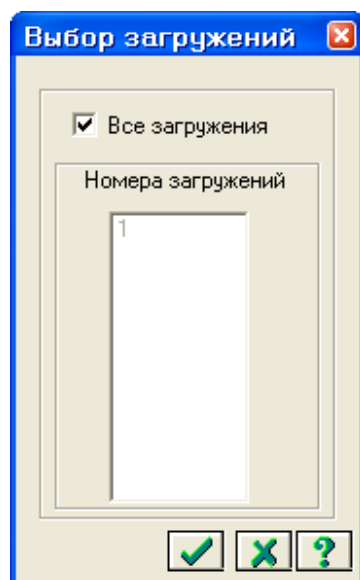

Рис.11.19. Диалоговое окно **Выбор загрузений**
- Далее в новом окне **Выбор загрузений** (рис.11.19) щелкните по кнопке  – **Подтвердить**.